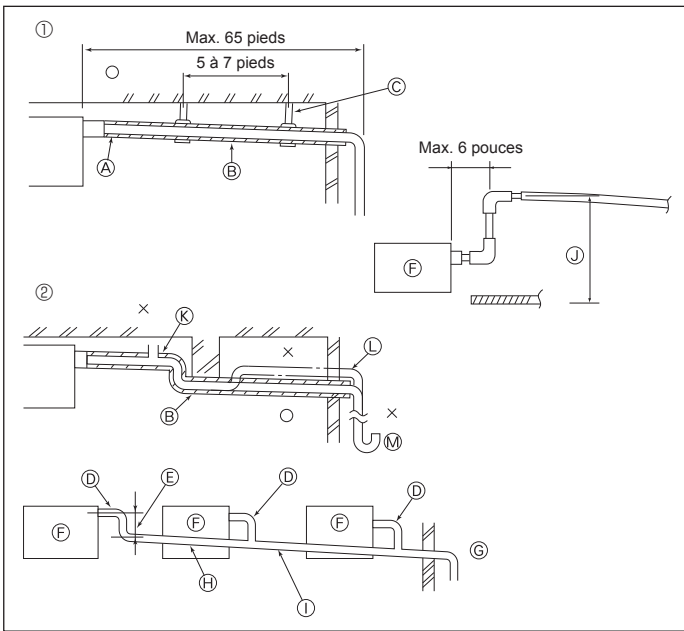

Fig. 3-4
3.4. Mise en place du tuyau d'écoulement (Fig. 3-4)
- ① Tuyauterie correcte
- ② Tuyauterie incorrecte